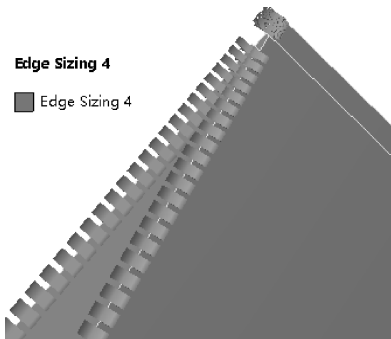

图 11-87 定义圆柱两端面与两侧面交线处尺寸
(5) 在标准工具栏中单击 , 选择圆柱两端面与两侧面交线, 共 8 条线, 然后右键单击【Mesh】→【Insert】→【Sizing】, 【Edge Sizing】→【Details of “Edge Sizing” -Sizing】→【Definition】→【Type】= Number of Divisions, 【Number of Divisions】= 40; 【Advanced】→【Size Function】= Uniform, 【Behavior】= Hard, 【Bias Type】= — — — — —, 【Bias Factor】= 4, 其他默认, 如图 11-87 所示。